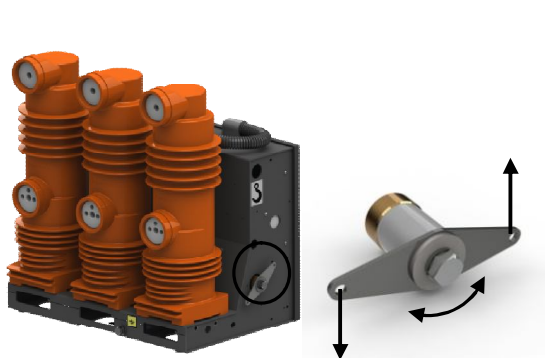

Рис. 7 Механическая блокировка внешних устройств
1.4.1.5.4. Механическая блокировка внешних устройств (рис. 7) служит для реализации блокировок внешних устройств в ячейках КСО и применяется только в выключателях исполнения S. Габаритно-присоединительные размеры указаны в Приложении 1.